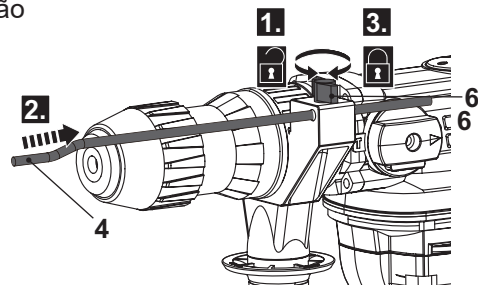

Fig. 2
- > Rode a porca de asas (6) no sentido anti-horário até que a paragem de profundidade (4) possa ser inserida.
- > Insira a paragem de profundidade através do orifício como indicado (Fig. 2).
- > Alinhe a ponta da paragem de profundidade (4) com a ponta de perfuração. Agora, puxe a paragem de profundidade para trás, para a profundidade de perfuração pretendida.
- > Rode a porca de asas (6) no sentido horário para fixar a paragem de profundidade em posição.